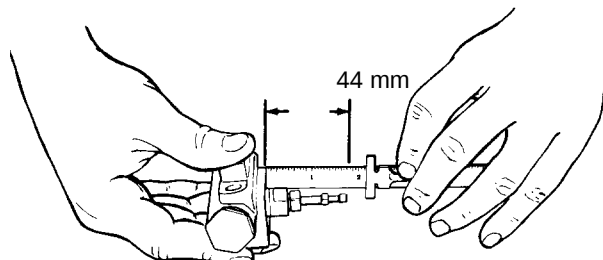

Fig. 9
- g. Ajustar la aguja de manera que sobresalga 1-3/4 pulgadas (44 mm) de la parte posterior del alojamiento. Ver Fig. 9.
- h. Enroscar el retén de tobera (30) ceñidamente en la parte posterior del alojamiento. Apretar a un par de 25-35 pie-lb (2,8-3,9 N.m) utilizando la llave de boca (35).